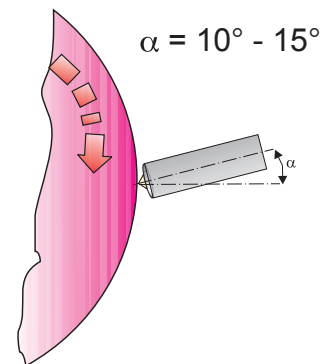

Bild 3
3. Gegebenenfalls kann das Werkzeug auch in der Querachse bis zu 15° geneigt werden. (Bild 3)